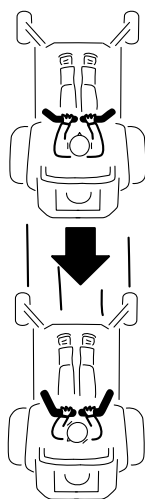

Figura 20
Para andar a direito, aplique pressão igual em ambas as alavancas de controlo do movimento (Figura 20).
2. Para recuar, olhe para trás de si e para baixo, enquanto lentamente puxa as alavancas de controlo do movimento para trás (Figura 20).